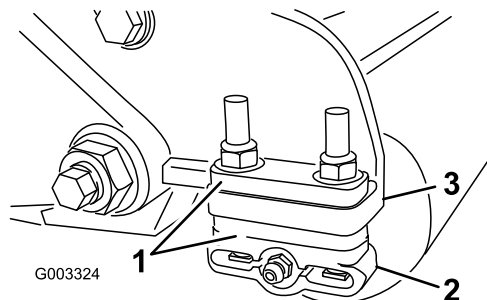

Figura 11
1. Ajuste os suportes do rolo traseiro (Figura 11) no limite de corte desejado posicionando a quantidade necessária de espaçadores por baixo da flange de montagem da placa lateral (Figura 11) de acordo com o Quadro da altura de corte \(página 12\).